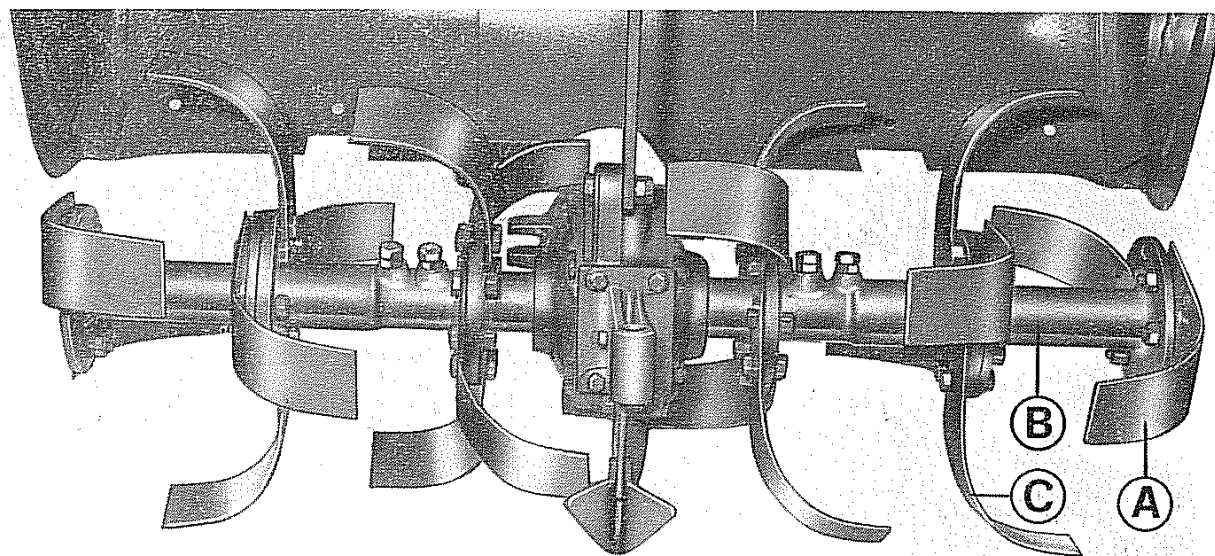

Fig. 4 - Regolazione larghezza di fresatura
- Per quanto riguarda la larghezza di cm. 98, sulle estremità dei due supporti zappe della fresa, devono essere applicate soltanto le zappe piegate verso l'interno (A - fig. 4).
- La larghezza di cm. 83 si ottiene togliendo i due supporti zappe esterni (B - fig. 4) lasciando però montate, alle estremità degli altri due supporti che restano, le zappe C (fig. 4) piegate verso l'esterno. Togliendo anche quest'ultime avremo la larghezza di cm. 68.